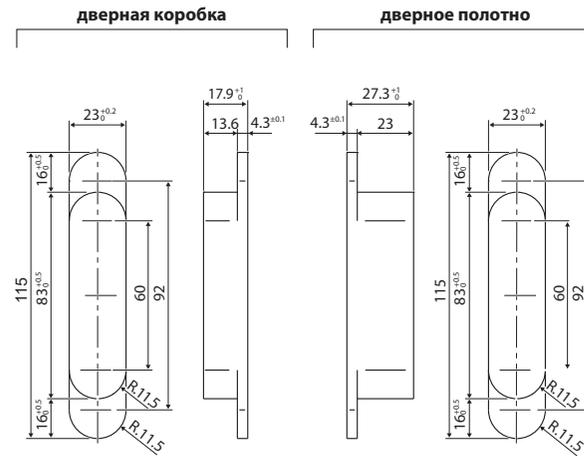
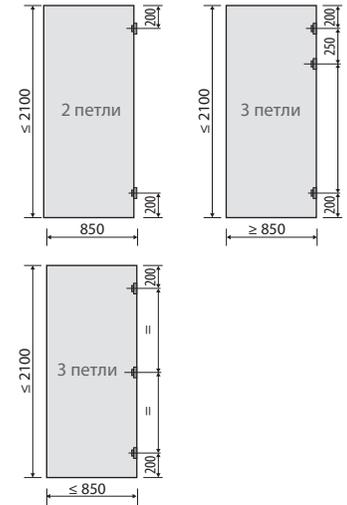

Рис.2
Рис.3
- 1) Сделайте разметку (Рис.2, Рис.3) и профрезеруйте пазы под петли в дверном полотне и дверной коробке.